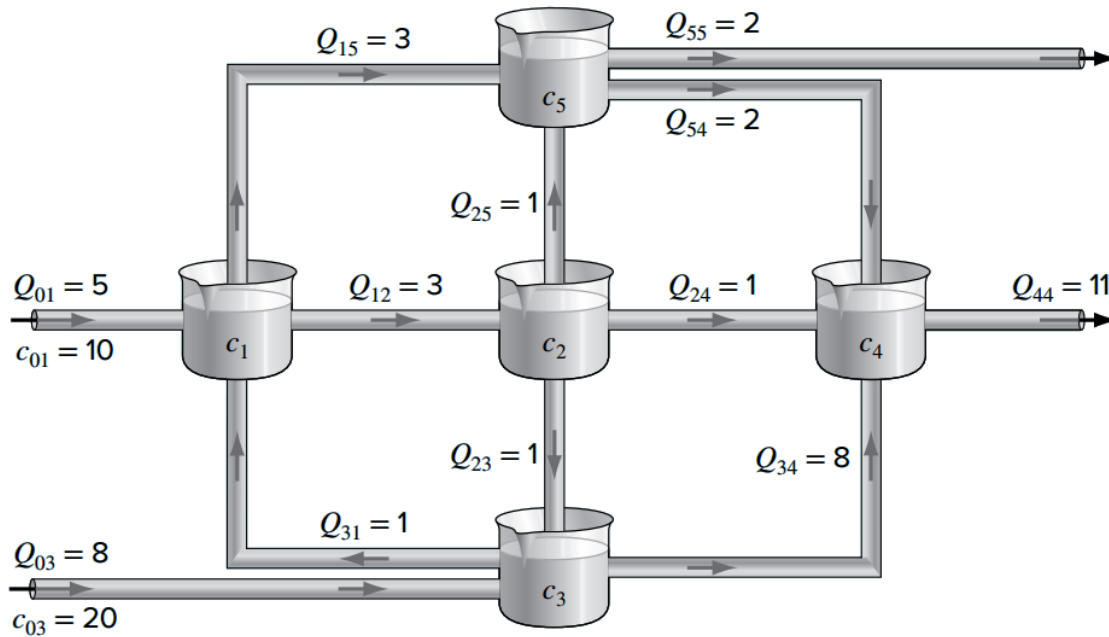

Figura 4: Sistema de reactores interconectados
1. (10 %) Cinco reactores conectados mediante tubos se muestran en la figura 4